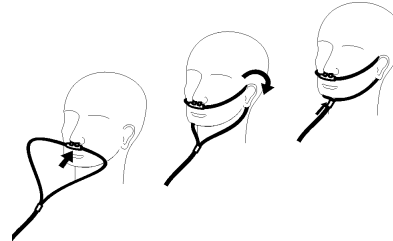

Abbildung 6
4. Legen Sie die Nasalkanüle gemäß Abbildung 6 am Patienten an.